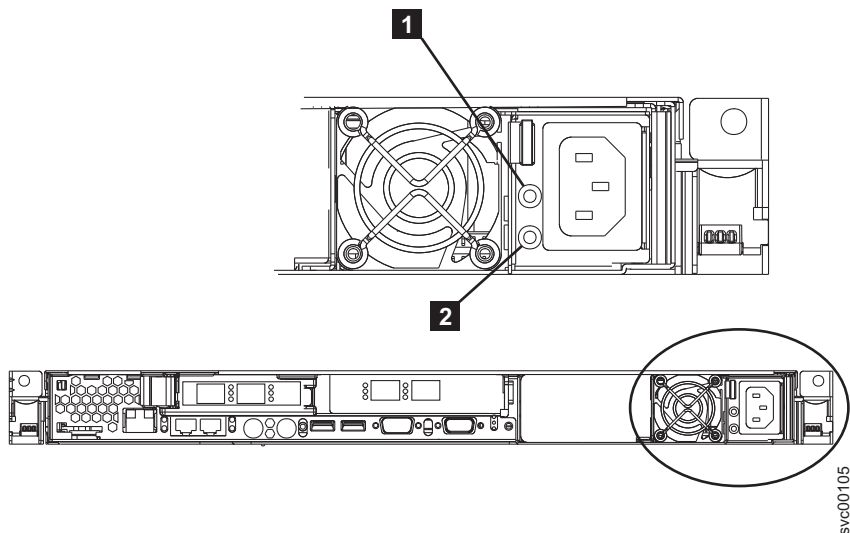

図 163. SAN ボリューム・コントローラー 2145-8F2 または SAN ボリューム・コントローラー 2145-8F4 の AC 電源 LED と DC 電源 LED
5. 電源機構上の電源機構ファンが始動し、AC 電源 LED **1** および DC 電源 LED **2** が点灯し (195 ページの図 163 を参照)、電源機構が正しく作動していることを示していることを確認してください。